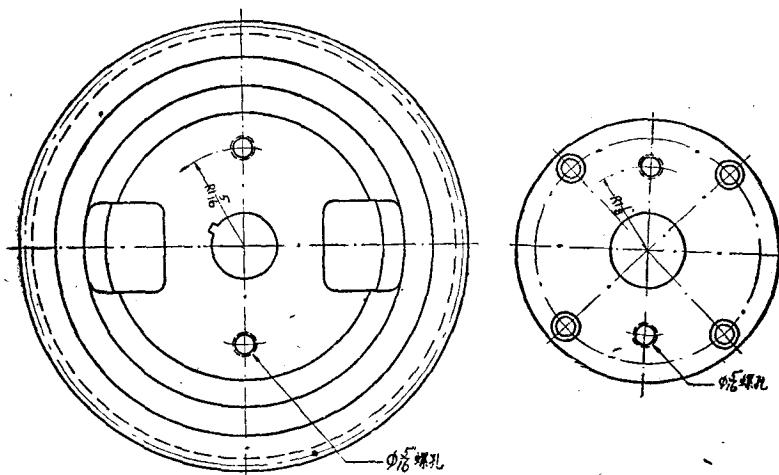

图12 便於拆卸外馒头牙齿及法兰的措施
(1) 为了将来拆卸方便，可以各在法兰和外馒头牙齿(新式外馒头牙齿除外)离轴芯眼子上下对称的地位上，預先打好两只 $5/16''$ ♂螺孔 (图12)，拆卸时只要用两只 $5/16''$ ♂螺絲頂进，法兰和馒头牙齿就給螺絲挺出来了。